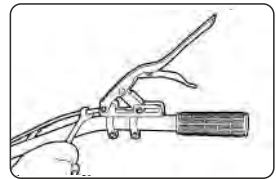

Рис. 13
- При помощи регулировочных винтов, отрегулируйте натяжение тросов, так чтобы свободный ход рычагов сцепления и заднего хода составлял 2...3 мм. (рис. 13).